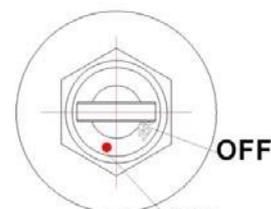
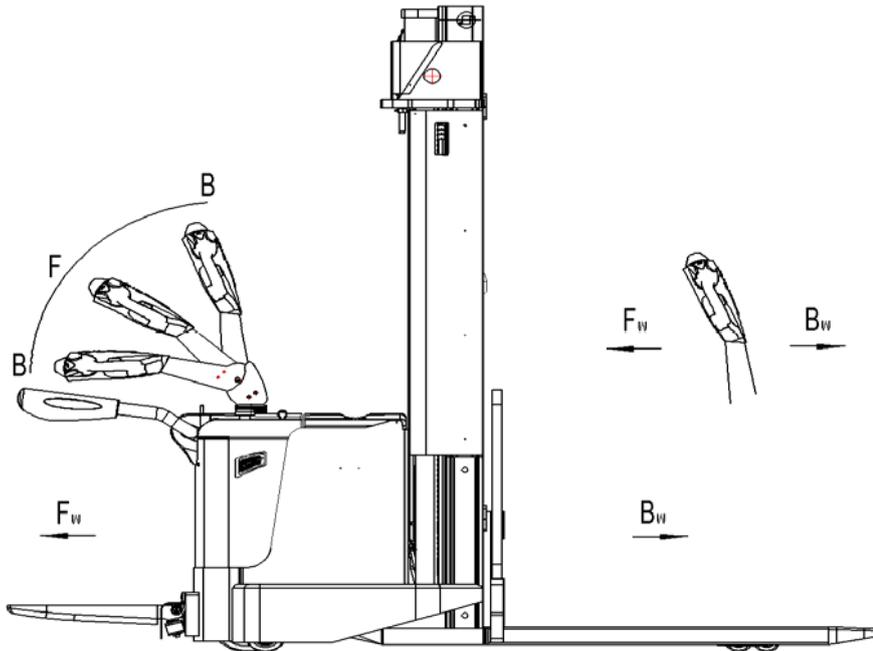

Fig. 8: chave
Fig. 11: direção de operação
Após ligar a empilhadeira virando a chave para a posição “ON” (fig. 8) e pressionando o botão de emergência cuidadosamente, mova a alavanca de comando para a zona de operação (‘F’, fig. 11). Gire o botão do acelerador até a direção desejada, ‘Fw’ para frente ou ‘Bw’ para trás (fig. 11). Controle a velocidade de operação movendo o botão do acelerador (8) cuidadosamente, até que atinja a velocidade desejada. Ao mover o botão do acelerador de volta para a posição neutra, o controlador desacelera a empilhadeira até que ela pare. Caso a empilhadeira parar, o freio de estacionamento será ativado. Dirija cuidadosamente a empilhadeira até seu destino. Verifique as condições do trajeto e ajuste a velocidade com o botão do acelerador.